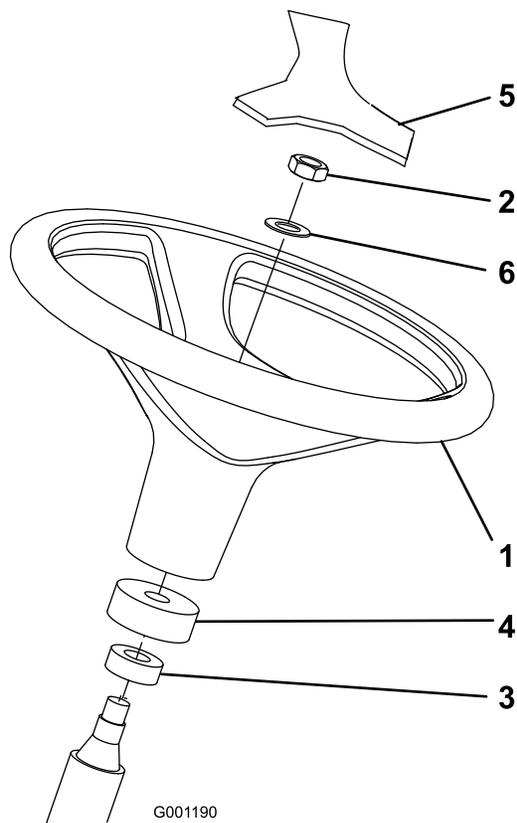

図3
1. 出荷台からハンドルを外す。図3
注 ウレタン製カラーとダストカバーがシャフトについていることを確認する図3。
3. ハンドルとワッシャをステアリングシャフトにはめ込む(図3)。
5. ハンドルにカバーを取り付ける(図3)。